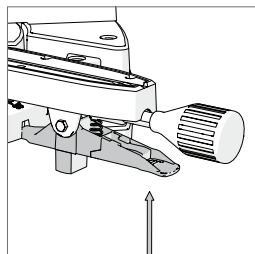

図30
- ・ 角度ストップレバーを引き上げて、角度ストップを解除します。**(図30)**